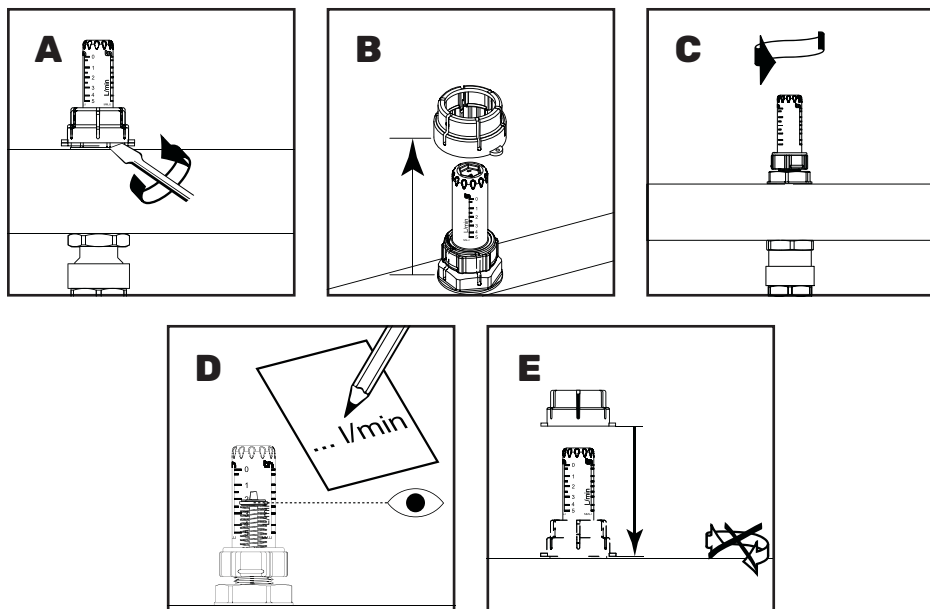

Рис. 3. Настройка балансировочного вентиля
- 5.4.** Настройка балансировочного вентиля (Рис.3).
- Настройте поток через отвод. Для этого, вращая гайку по часовой стрелке, установите необходимый расход, опираясь на показания расходомера (D);